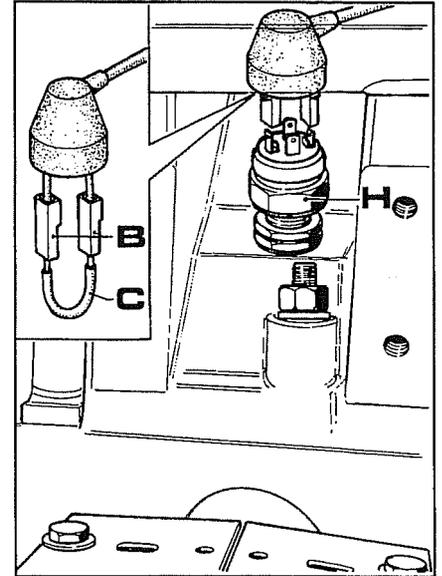

Abb. 8
4. Die Kabel **B** Abb. 8 vom Schalter **H** abtrennen und sie dann mit der Schaltbrücke (**C** Abb. 8) untereinander verbinden. Auf diese Weise erkennt man, wenn an der Gruppe der Magnetventile Strom ankommt, daß der Schalter zu ersetzen ist. In diesem Fall geht man folgendermaßen vor: